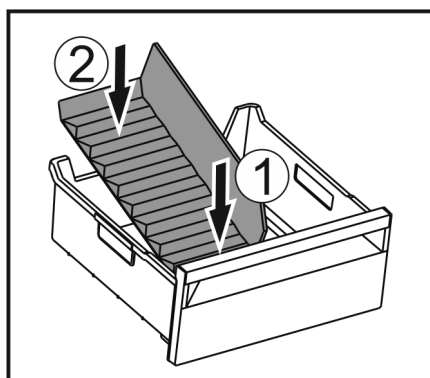

Fig. 170
- Vorderen Teil des Eisfach-Trenners einsetzen. Fig. 170 (1)
- Hinteren Teil des Eisfach-Trenners bis zum Schubfachboden absenken. Fig. 170 (2)